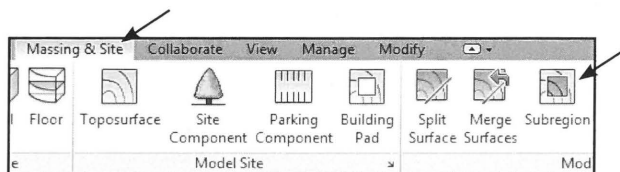

Fig. 10.43. *Massing & Site - Subregion*.
- Klik *Massing & Site - Subregion* (Fig. 10.43).